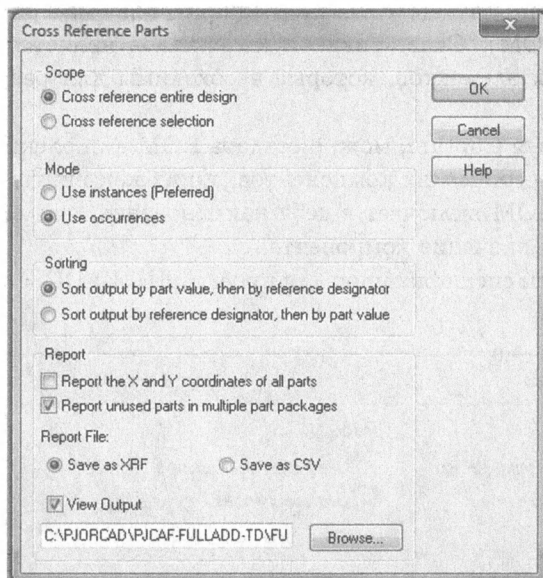

Рис. 20.5. Установка параметров отчета
5. В случае, если вы хотите, чтобы отчёт отображался автоматически, установите флажок View Output (рис. 20.5).